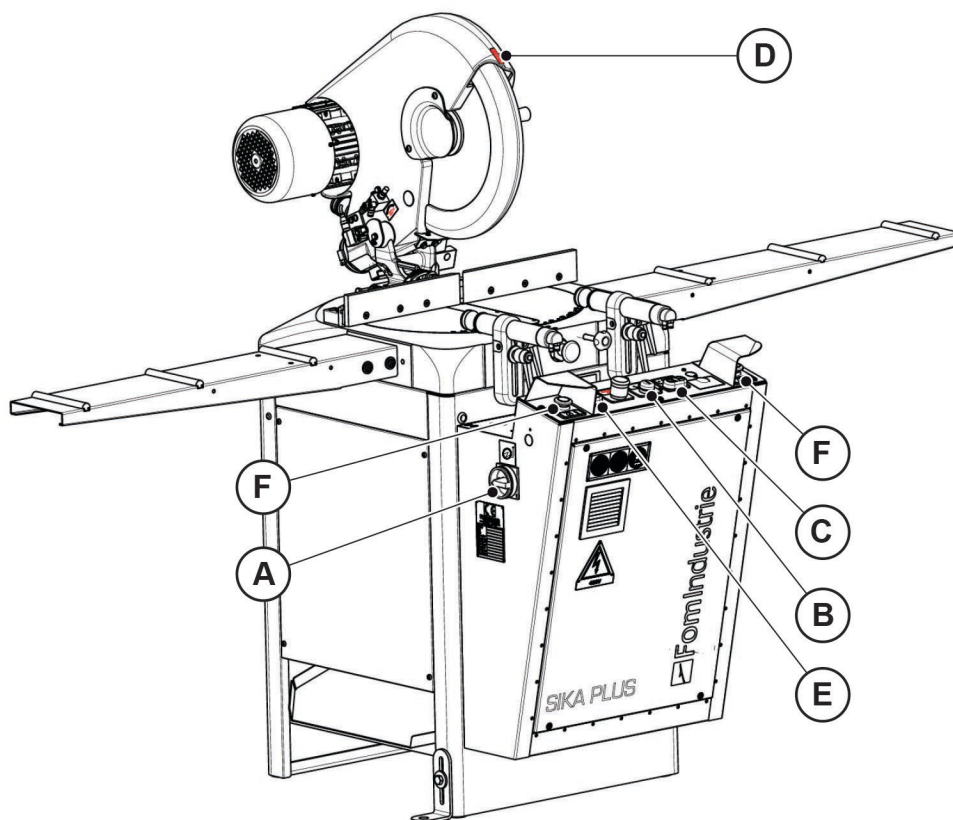

Fig. 08-01
- 1 Tourner l'interrupteur général "A" (Fig. 08-01) sur "I".
- 2 Valider la machine à l'usinage en appuyant sur le bouton lumineux "B" (Fig. 08-01) (bouton à lumière blanche).
Avant toute opération, vérifier que la lame tourne dans le bon sens en appuyant sur le bouton vert "C" (Fig. 08-01) de démarrage du moteur, tout de suite après appuyer sur le bouton rouge "C" d'arrêt du moteur. Si durant la phase d'arrêt de la lame vous constatez que la lame tourne dans le sens contraire, inverser le branchement de deux des trois phases électriques d'alimentation de la **SIKA PLUS A**.
On pourra aussi vérifier le sens exact de rotation de la lame en regardant la plaque avec flèche droite appliquée sur le carter de la tête "D" (Fig. 08-01).
- 3 Mettre en place le profilé sur le plan de travail et l'immobiliser avec les étaux horizontaux en appuyant sur le bouton "E" (Fig. 08-01).
- 4 Appuyer sur le bouton vert "C" pour démarrer le moteur et appuyer ensuite en même temps sur les boutons "F" (Fig. 08-01) pour commander la descente de la lame pour exécuter la coupe.